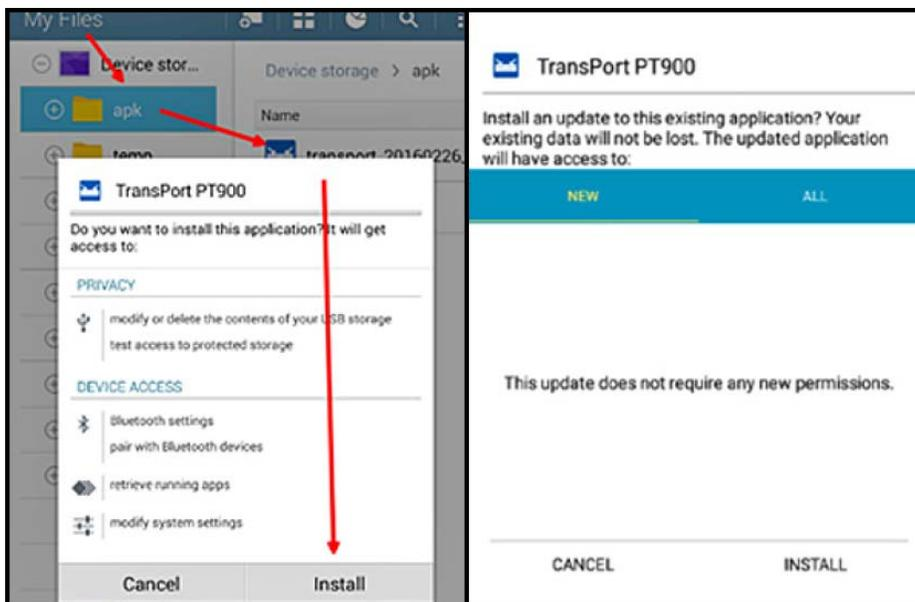

Рис. 57: Экраны начальной установки (слева) и установки обновления (справа)
- Щелкните файл APK, и операционная система Android проверит контрольную сумму и сигнатуру этого файла. В зависимости от того, начальная ли это установка или установка обновления, вы увидите один из экранов, показанных на Рис.57 ниже. Щелкните INSTALL (УСТАНОВИТЬ), чтобы начать установку.